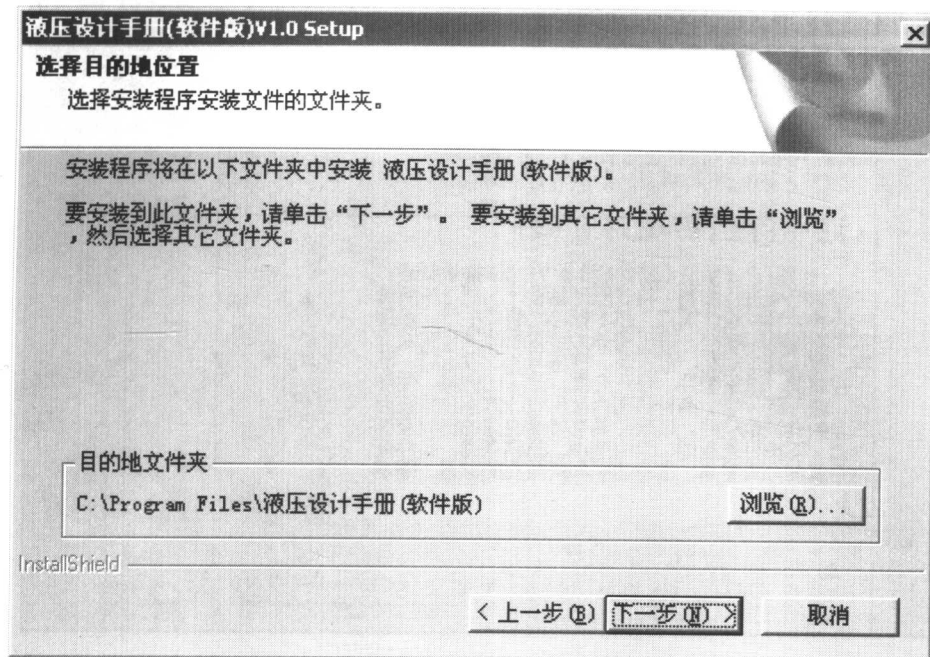
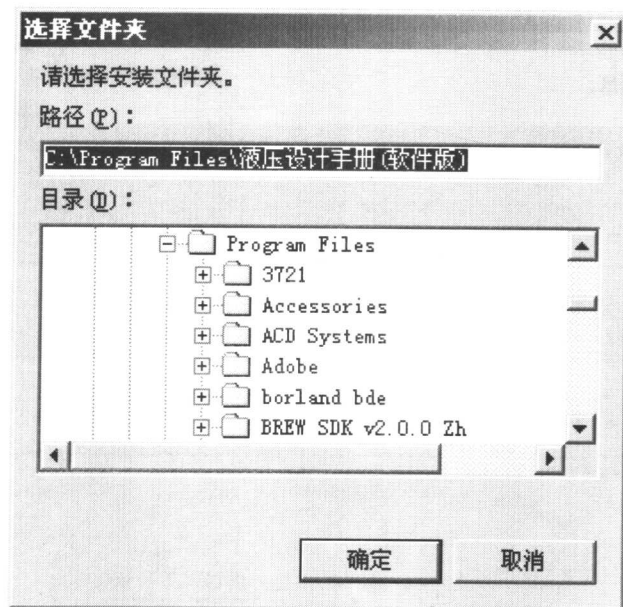

图 1.5 选择安装目录界面
图 1.6 选择合适的文件夹界面
(6) 进入选择安装目录界面, 如图 1.5 所示。系统推荐的安装目录是 C:\Program Files\液压设计手册(软件版)。如果希望安装在其他的目录中, 单击“浏览”按钮, 在出现的对话框中选择合适的文件夹后, 单击“确定”按钮, 如图 1.6 所示。